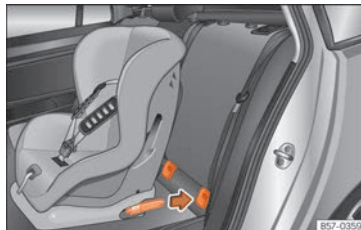

Fig. 24 Sièges arrière : pose des sièges enfants avec le système ISOFIX.
- Enfoncez le siège pour enfant sur les œillets de retenue « ISOFIX/iSize » jusqu'à entendre l'enclenchement »» **fig. 24**. Si le siège pour enfants dispose d'ancrage Top Tether*, con-